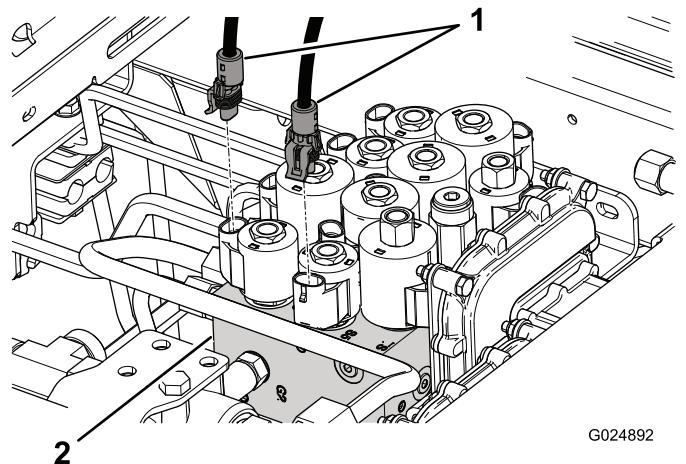

図 9
2. 昇降マニホールドについている S5 ソレノイド図 9 のコネクタを外し、これをデッキロックハーネスの S5 HARNESS というラベルのついているコネクタに接続する。
3. デッキロックハーネスの S5 HARNESS というラベルのついているコネクタを、昇降マニホールドの S5 コネクタに接続する図 9。
4. 昇降マニホールドについている S6 ソレノイド図 9 のコネクタを外し、これをデッキロックハーネスの S6 harness というラベルのついているコネクタに接続する。